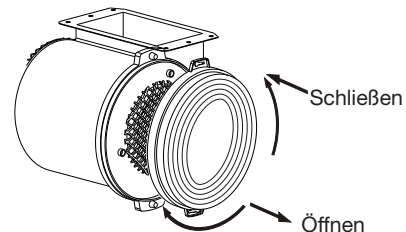

Abbildung 8
### • INSTALLATION DES AKTIVKOHLEFILTERS (OPTIONAL) SIEHE ABBILDUNG 8
– Die Aktivkohlefilter (*Abbildung 8*) befinden sich an beiden Enden des Motors. Drehen Sie die Aktivkohlefilter gegen die Drehrichtung der Uhrzeiger, bis Sie sie abgeschraubt haben.